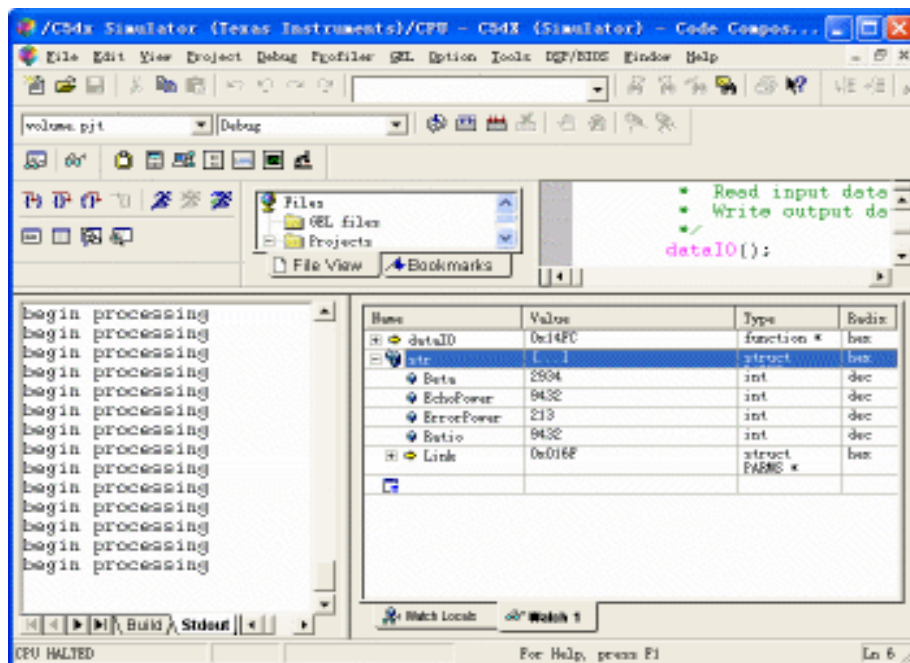

图 1-11 变量观察窗口（四）
- (3) 单击观察窗口的空白处保存设置，变量值会立即显示出来（如图 1-11 所示）。
- (4) 重新查看源程序会发现一个 **PARMS** 类型的结构体变量已经在 **volume.c** 中被初始化并定义为全局变量。该结构体类型是在 **volume.h** 中定义的。
- (5) 单击 **str** 旁的“+”，CSS 将扩展该行并列出现该结构体中的所有元素及其值（显示出的链接可能有所不同），通过双击其中元素值可更改选中的元素值。
- (6) 在观察窗口的 **Value** 列中，改变一个变量的值。注意此时观察窗口的值已经改变，同时该变量的颜色变为红色，表明已经改变了该变量的值。
- (7) 窗口中选择 **str** 变量并按 **Delete** 键，并对观察窗口中的所有表达式重复该步骤。
- (8) 选择 **Debug Breakpoints**，在 **Breakpoints** 栏中单击 **Delete All** 并单击 **OK**。